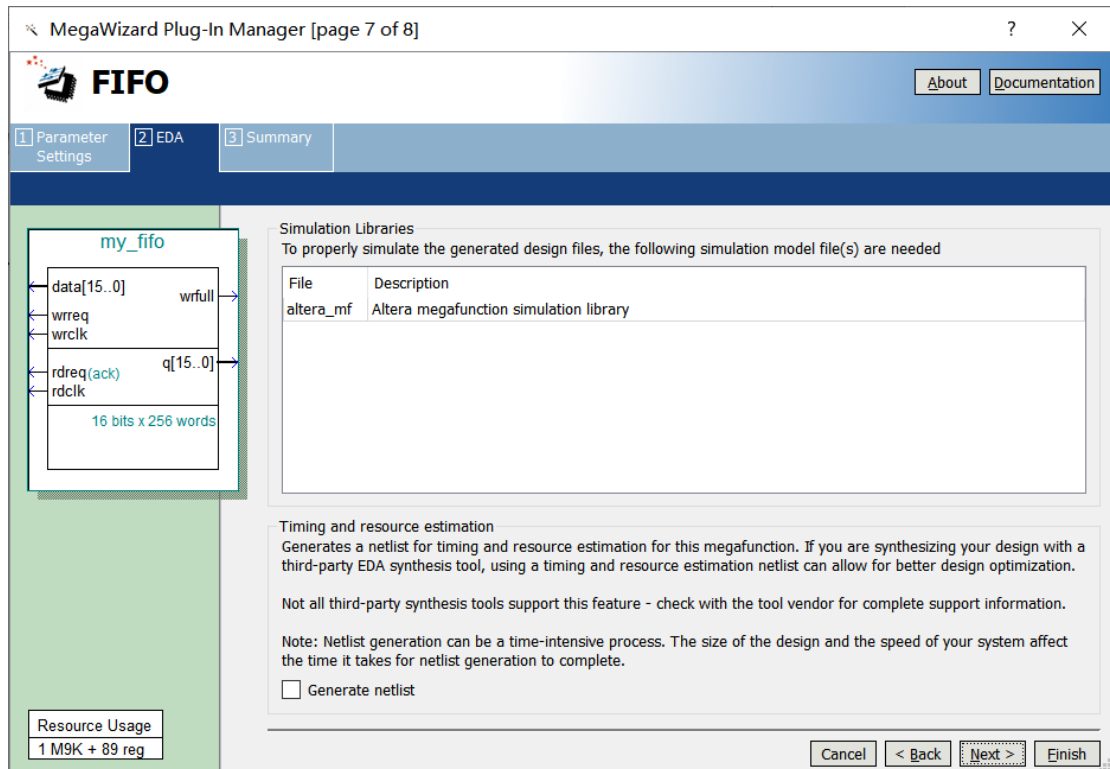

图 17-11
9、保持默认值，直接 Next 即可，如图 17-11 所示。